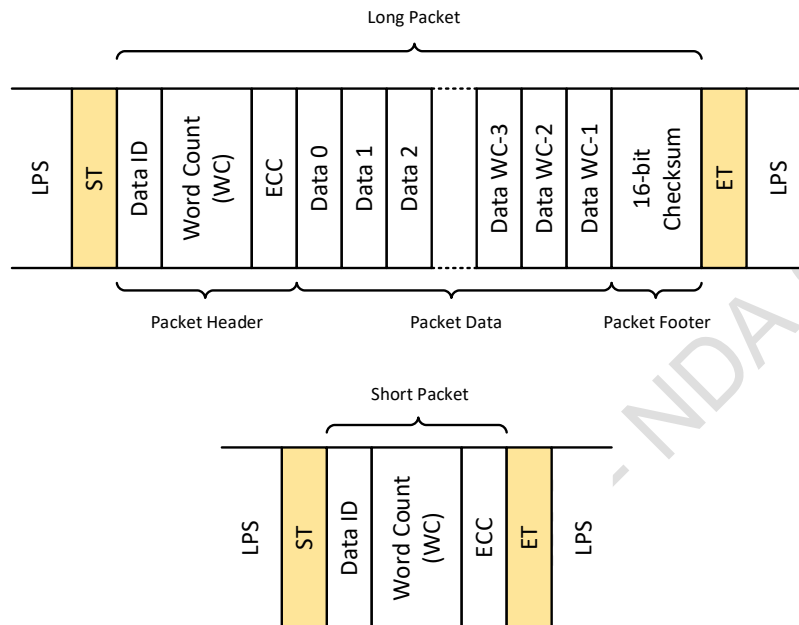
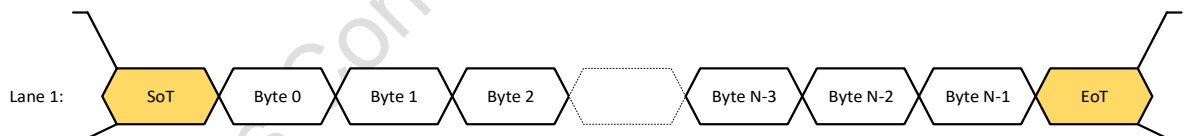
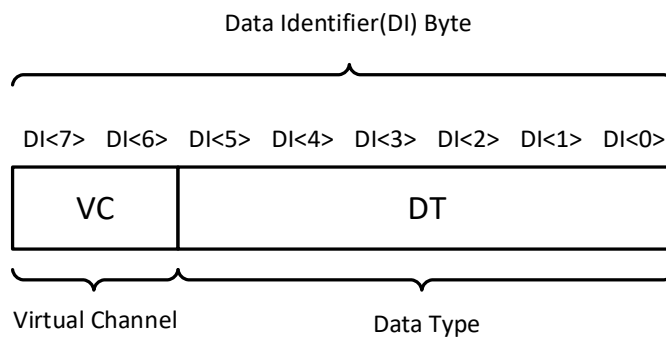

图 1-10 MIPI 长/短数据包结构示意图
图 1-11 MIPI 1lane 模式数据包传输示意图
图 1-12 MIPI 数据包 DI 结构
图 1-10 展示了 MIPI 长、短数据包结构示意图。其中数据标识 DI(Data Identifier)用来区分不同的数据包类型。图 1-11 展示了 MIPI 工作在 1lane 模式下的数据包传输示意图。图 1-12 中, DI 包括两部分, 分别是虚拟通道 (VC) 和数据类型 (DT)。默认情况下, Sensor 给出的 MIPI 数据 VC 值都是 0, 而 DT 值如表 1-7 所示。